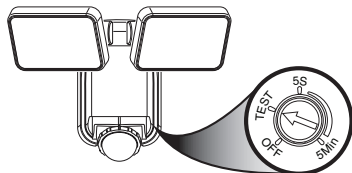

Figura 9
IMPORTANTE: Gire el cuadrante de control de la parte lateral del detector a la posición OFF y deje que la pila se cargue de 3 a 7 días de sol intenso antes de probar (vea la Figura 9).
1. Gire el cuadrante de control a la posición TEST (vea la Figura 9).